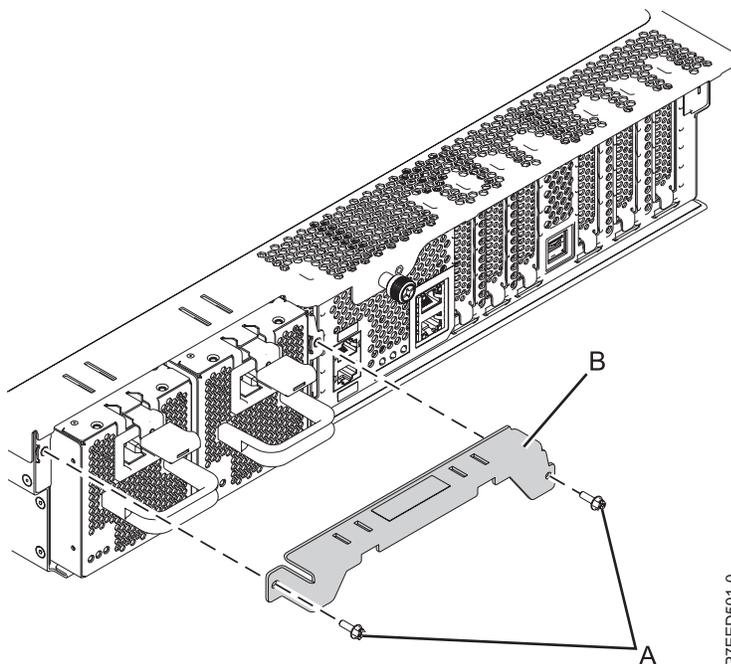

Abbildung 20. Ausbauen der Transporthalterung
1. Bauen Sie die Transporthalterung am Netzteil aus (falls vorhanden), wie in Abb. 20 dargestellt. Stellen Sie sicher, dass die Netzteile neu eingesetzt wurden.